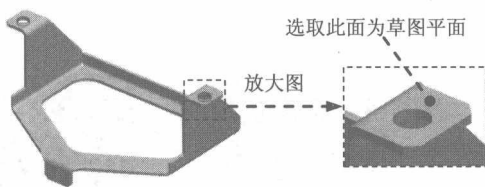
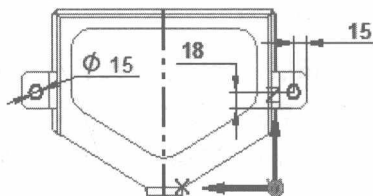

图 1.21 法向除料特征 1
图 1.22 截面草图
Step16. 创建图 1.21 所示的法向除料特征 1。
(1) 选择命令。在“主页”功能选项卡的“钣金”工具栏中单击按钮，选择法向除料命令。
(2) 定义特征的截面草图。在系统“单击平的面或参考平面”的提示下，选取图 1.21 所示的模型表面为草图平面，绘制图 1.22 所示的截面草图，单击“主页”功能选项卡中的“关闭草图”按钮，退出草绘环境。